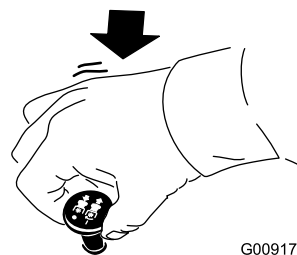

Figure 15
1. Désengagez les lames en plaçant la commande des lames en position DÉSENGAGÉE (Figure 15).